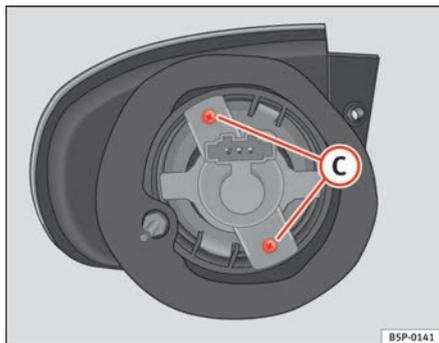

Fig. 192 Indicatore di direzione
- Svitare le viti ⇒ pag. 272, fig. 192 **C** dei portalampe e tirare.
- Rimuovere le viti ⇒ fig. 192 **C** dei portalampe e tirare.